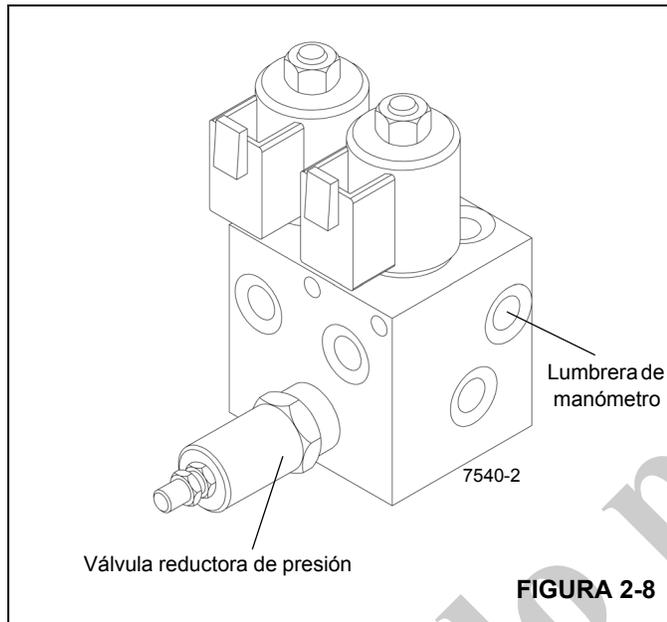

FIGURA 2-8
1. Instale el acoplador de desconexión rápida para diagnóstico con manómetro en la boquilla de la lumbrera de prueba de la válvula de suministro piloto del freno de giro (Figura 2-8).